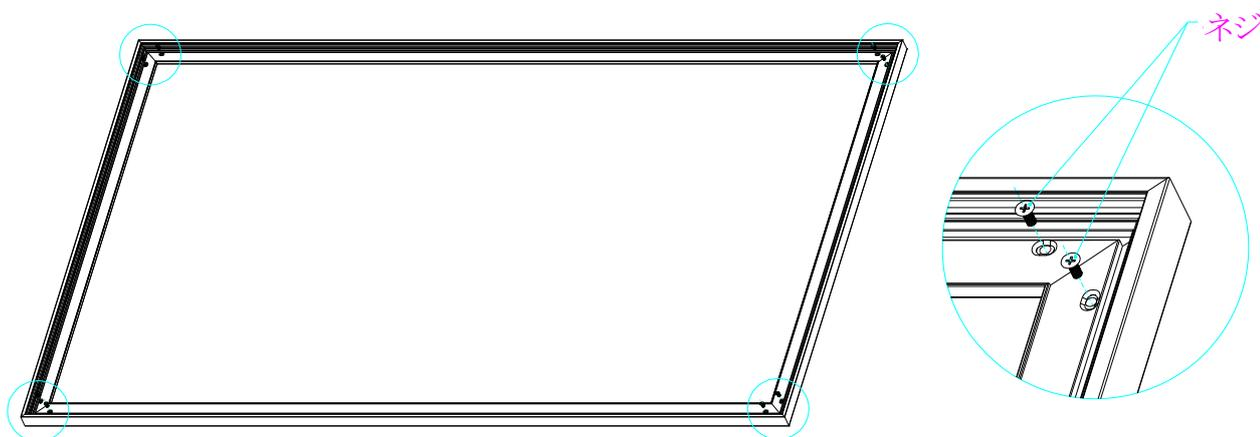

図 3
5. 四隅の L 字ジョイントにより完全に直角になるよう調整し、8 個のネジで固定します (図 3)。